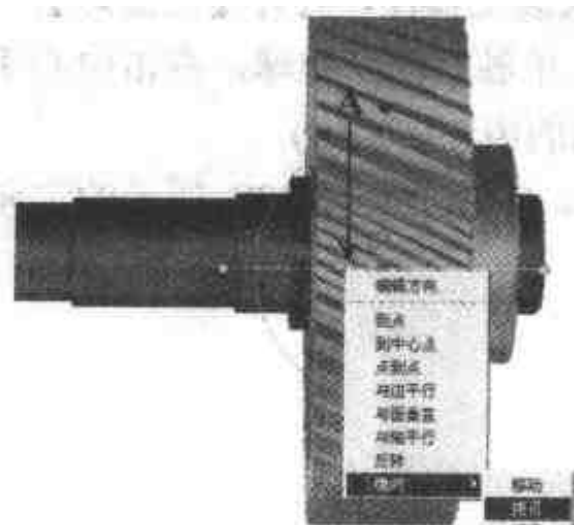

图 3.121 应用镜向拷贝
(7) 再次按下空格键使三维球与轴承组合在一起。
(8) 右击如图 3.121 所示的定位手柄(A)后, 选择【镜向】|【拷贝】命令。